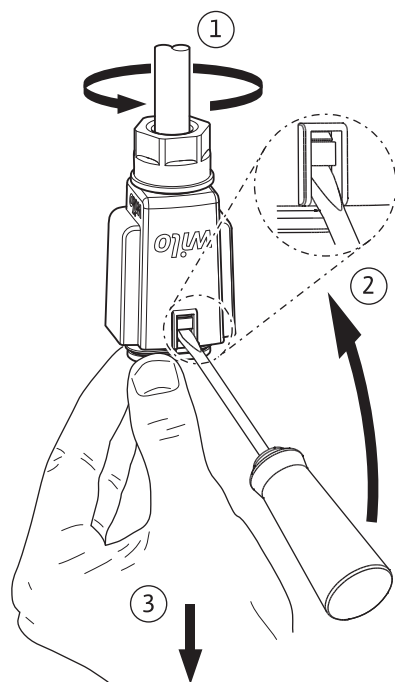

Fig. 6: Demontáž Wilo-Connectoru
- Sundejte z čerpadla Wilo-Connector a demontujte ho vhodným šroubovákem (Fig. 6).